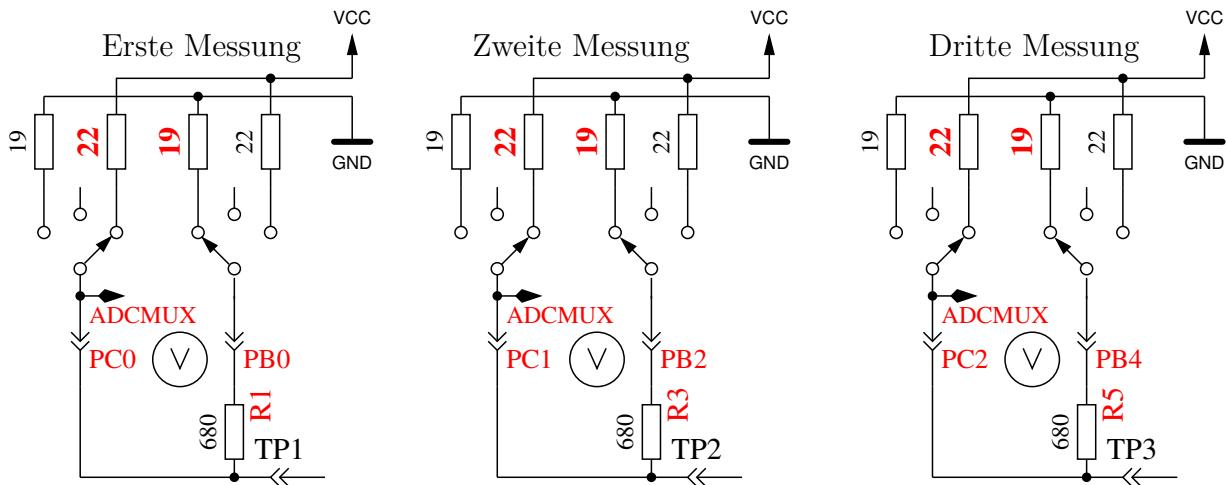

Abbildung 5.67. Messung des Innenwiderstandes des auf VCC geschalteten Port-C-Ausgängen.
9. Messung des Innenwiderstandes von auf VCC geschalteten Port-Ausgängen. Der benötigte Strom wird von auf GND geschalteten 680 Ω -Widerständen geliefert. Es ist die gleiche Messung wie die in Test 8 zur anderen Seite, wie in Abbildung 5.67 gezeigt wird. Der Innenwiderstand wird wie folgt berechnet: $(5001 - (Ergebnis von Test 8) - (Ergebnis von Test 9)) / 680$. Die Widerstandswerte ergeben sich, wenn die gemessene Spannung durch diesen Strom dividiert wird. Das Ergebnis für diesen Test wird dann in Zeile 1 mit dem Text „RI_Hi=“ in Ω angezeigt, der Innenwiderstand zur GND-Seite wird in Zeile 2 mit dem Text „RI_Lo=“ angezeigt. Diese Werte werden ab Software-Version 1.06k bei jeder Messung neu bestimmt und hier nur dargestellt.